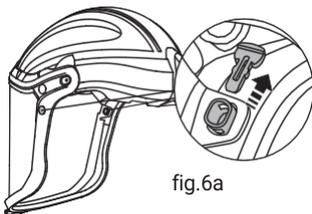
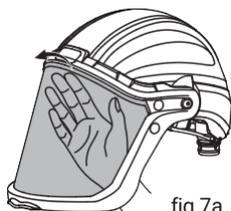

fig.6a
fig.7a
- Soulevez les loquets et retirez les boucles des deux côtés (voir fig. 6a / 6b), en gardant les pièces de manière appropriée. Poussez le centre du bord supérieur de la visière depuis l'intérieur jusqu'à entendre un "clic" pour retirer la visière (voir fig. 7a / 7b).